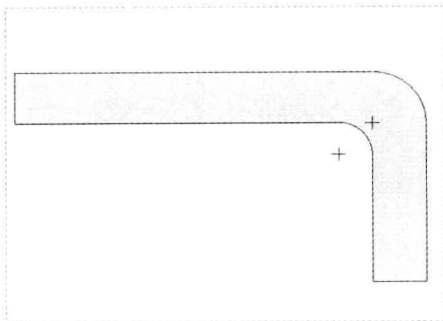

图 3-84 着色封闭环
Step 03 执行操作后，即可着色封闭环，如图 3-84 所示。